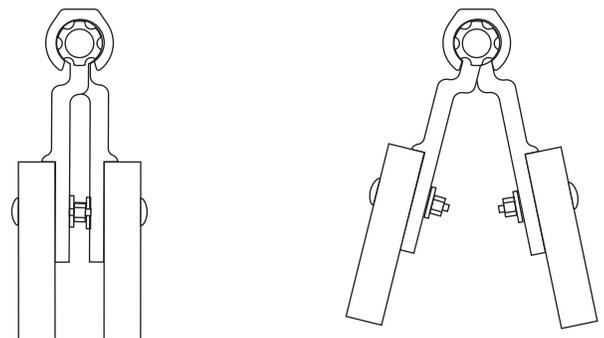

FIG. 4
1. SOOPER HINGE IS NOW READY FOR INSTALLATION - FIG. 4.